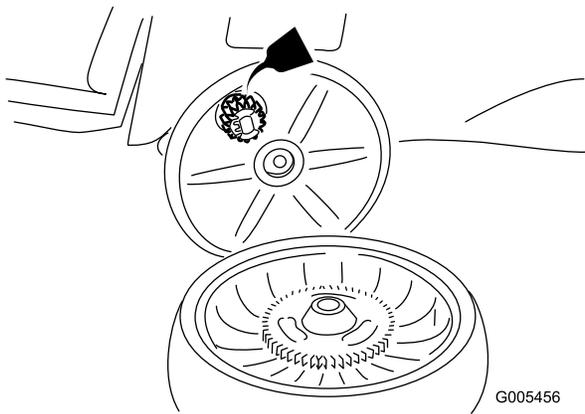

Figura 33
2. Aplique aceite lubricante a los engranajes según se indica (Figura 33).